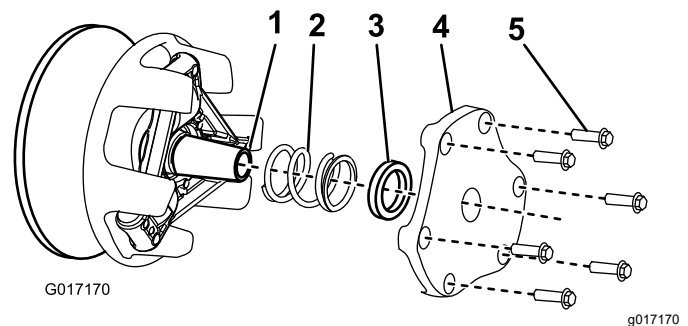

Figura 47
- Riponete il carter, il distanziale e la molla (Figura 47).